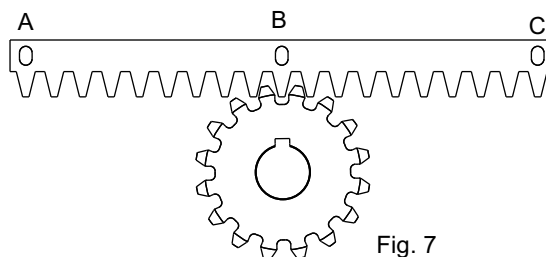
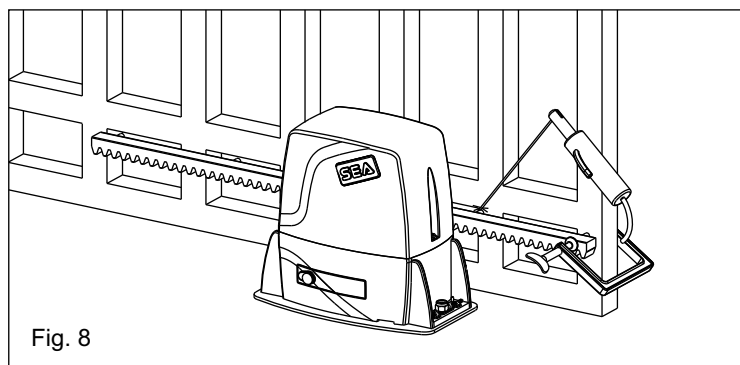

Fig. 7
Fig. 8
5.3. Poser l'élément de la crémaillère sur le pignon denté du motoreducteur de façon qu'il résulte parallèle à la guide du pavement du portail et le positionnant comme dans Fig. 7 pointer par soudure électrique le cliquet central "B" à la structure du portail (Fig. 8).